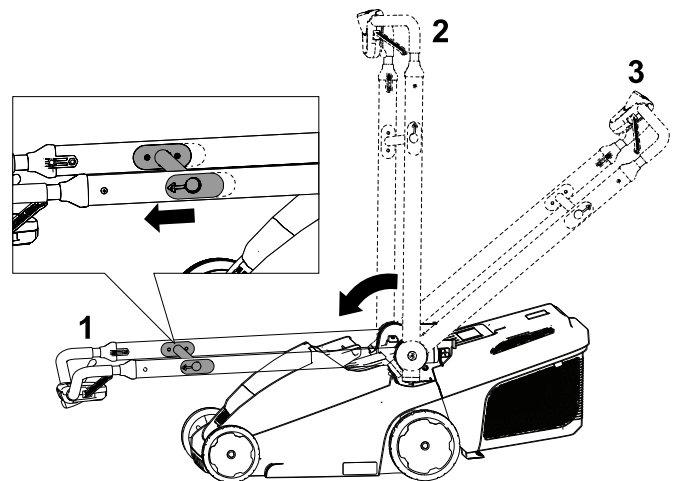

Figure 21
2. Tirez la barre de déblocage vers la partie supérieure du guidon pour débloquer le verrou du guidon (Figure 21).
3. Poussez le guidon en avant en position verticale, ou rabattez-le complètement en avant en position de rangement vertical de la machine, comme montré à la Figure 21.